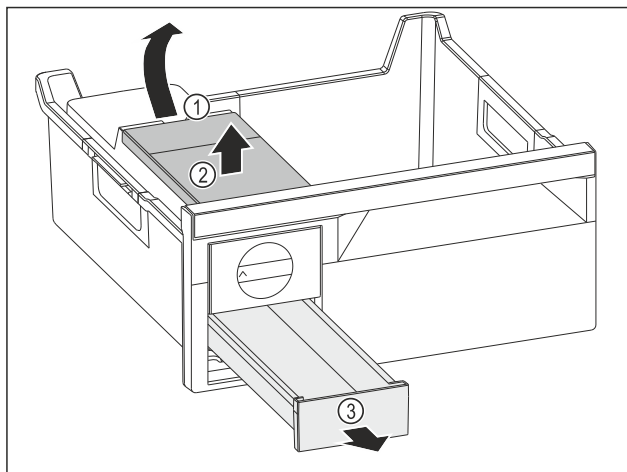

Fig. 77
- Ta ut vattenbehållaren: Lyft vattenbehållaren vid ursparingen Fig. 77 (1).
- Ta ut vattenbehållaren Fig. 77 (2) uppåt.
- Ta ut iskublådan Fig. 77 (3) framåt.